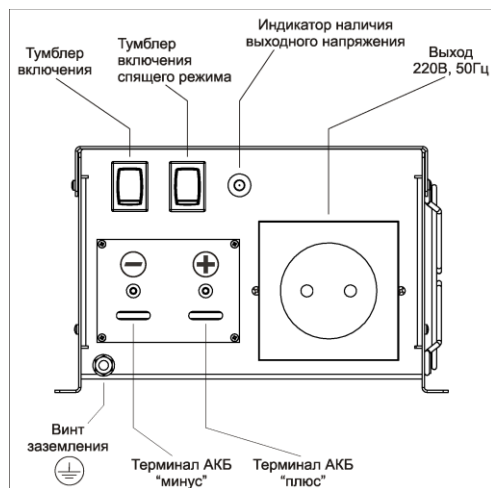

Рис. 1.
4.2. На лицевой панели инвертора расположены (см. Рис.1):